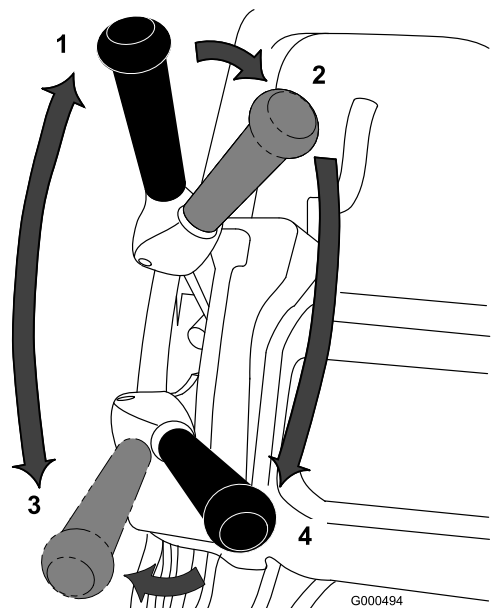

Figure 20
1. Mettez le moteur en marche, réglez la manette d'accélérateur en position de ralenti, appuyez sur le guidon pour relever le plateau de coupe, placez le levier de commande de déplacement en position d'embrayage et transportez la machine à la lisière du green (Figure 20).
2. Placez le levier de commande de déplacement en position de débrayage et le levier de commande du cylindre en position d'embrayage (Figure 20).
jusqu'à ce que la machine se déplace à la vitesse voulue, conduisez la machine jusqu'au green, abaissez l'avant de la machine et commencez à travailler (Figure 20).